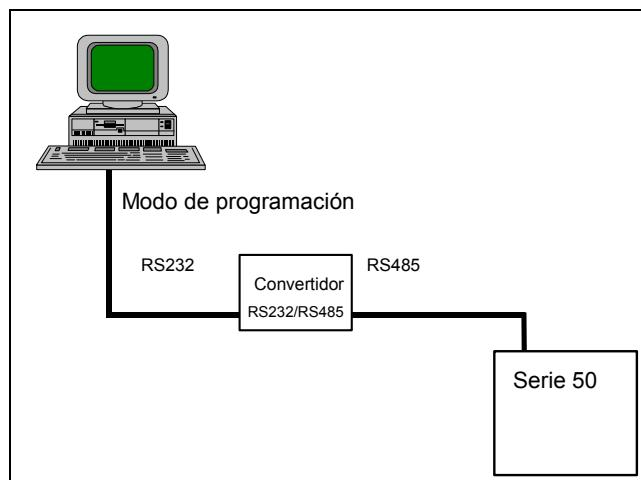

Figura 7-14: configuración de protocolo de programación en conexión CS31 (COM2)
- Este protocolo también puede utilizarse en la conexión CS31 (COM2) (ver Figura 7-14).